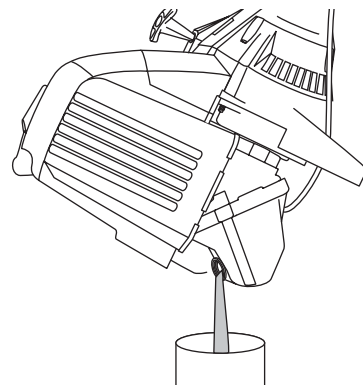

Fig. 25
3. Versez l'huile de l'orifice de remplissage dans un récipient en inclinant l'appareil à la verticale (Fig. 25). Allouez assez de temps pour une vidange complète.